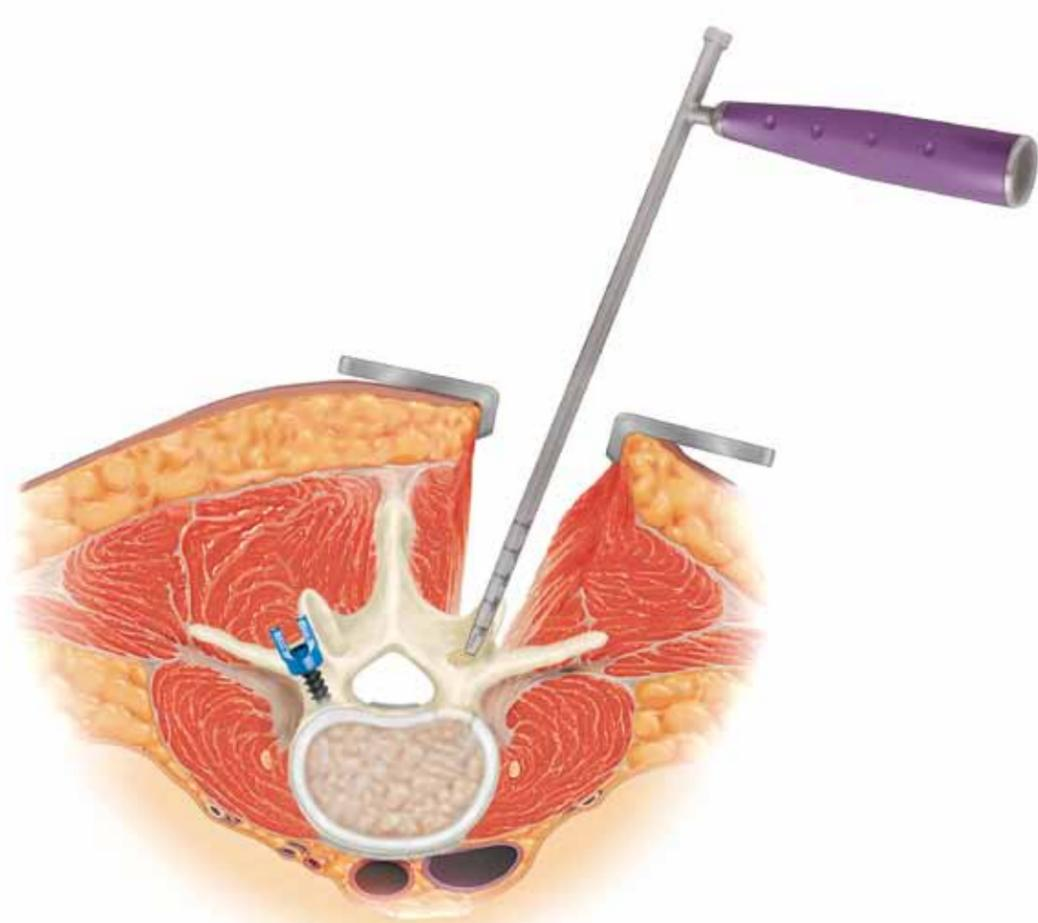

Figura 2
- » Se lleva a cabo una facetectomía unilateral. Utilice un osteotomo o un taladro para retirar las apófisis articulares superior e inferior (Figura 2). Además, es importante retirar los osteofitos posteriores para poder determinar la altura correcta del implante.